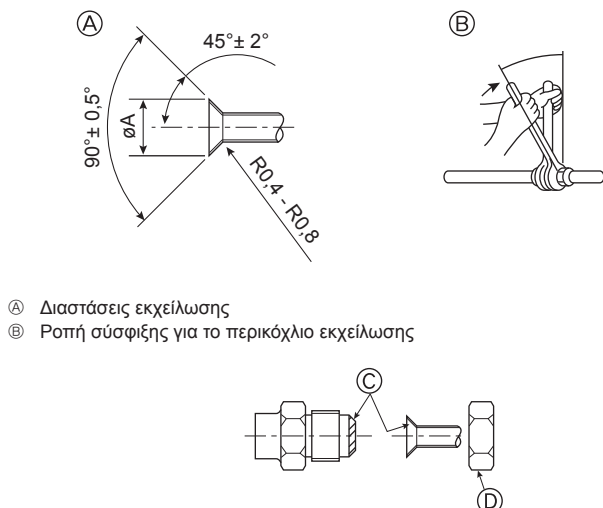

Fig. 4-8
Α (Fig. 4-8)
Β (Fig. 4-8)
4.2. Σωλήνες σύνδεσης (Fig. 4-8)